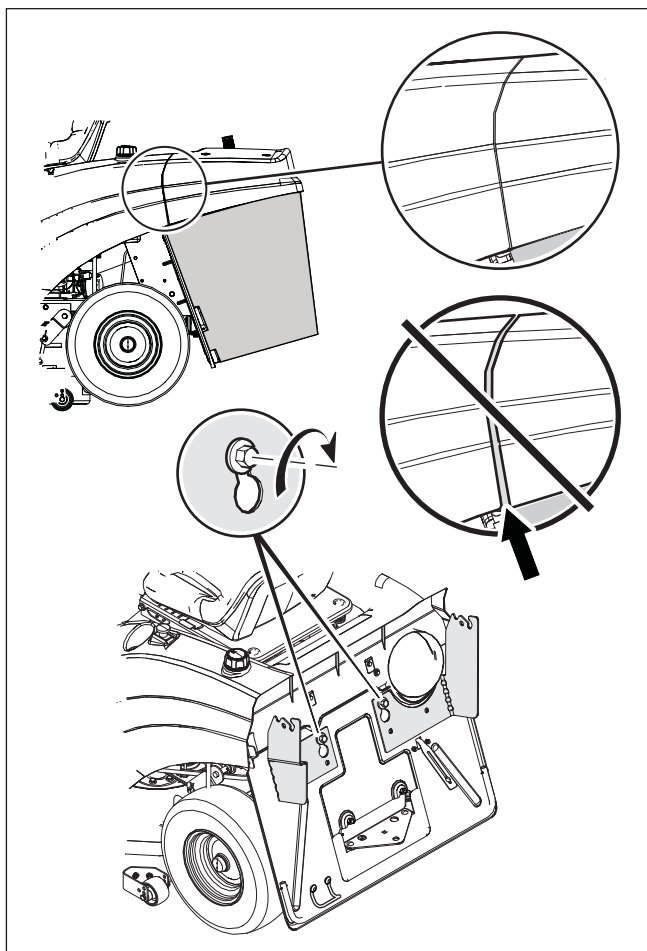

Rysunek 38
Przesunięcie śruby z łbem półkolistym, podkładki oraz nakrętki (1) w górę spowoduje zmniejszenie się czułości wskaźnika napelnienia kolektora i w konsekwencji późniejsze włączenie się alarmu (zobacz **Rysunek 38**). Przesunięcie śruby, podkładki oraz nakrętki (1) w dół zwiększy czułość wskaźnika napelnienia kolektora i spowoduje szybsze włączenie się alarmu.
1. Poluzuj śrubę z łbem półkolistym, podkładkę oraz nakrętkę (1).
2. Przesuń śrubę, podkładkę oraz nakrętkę w górę lub w dół wzdłuż ramienia czujnika (2).